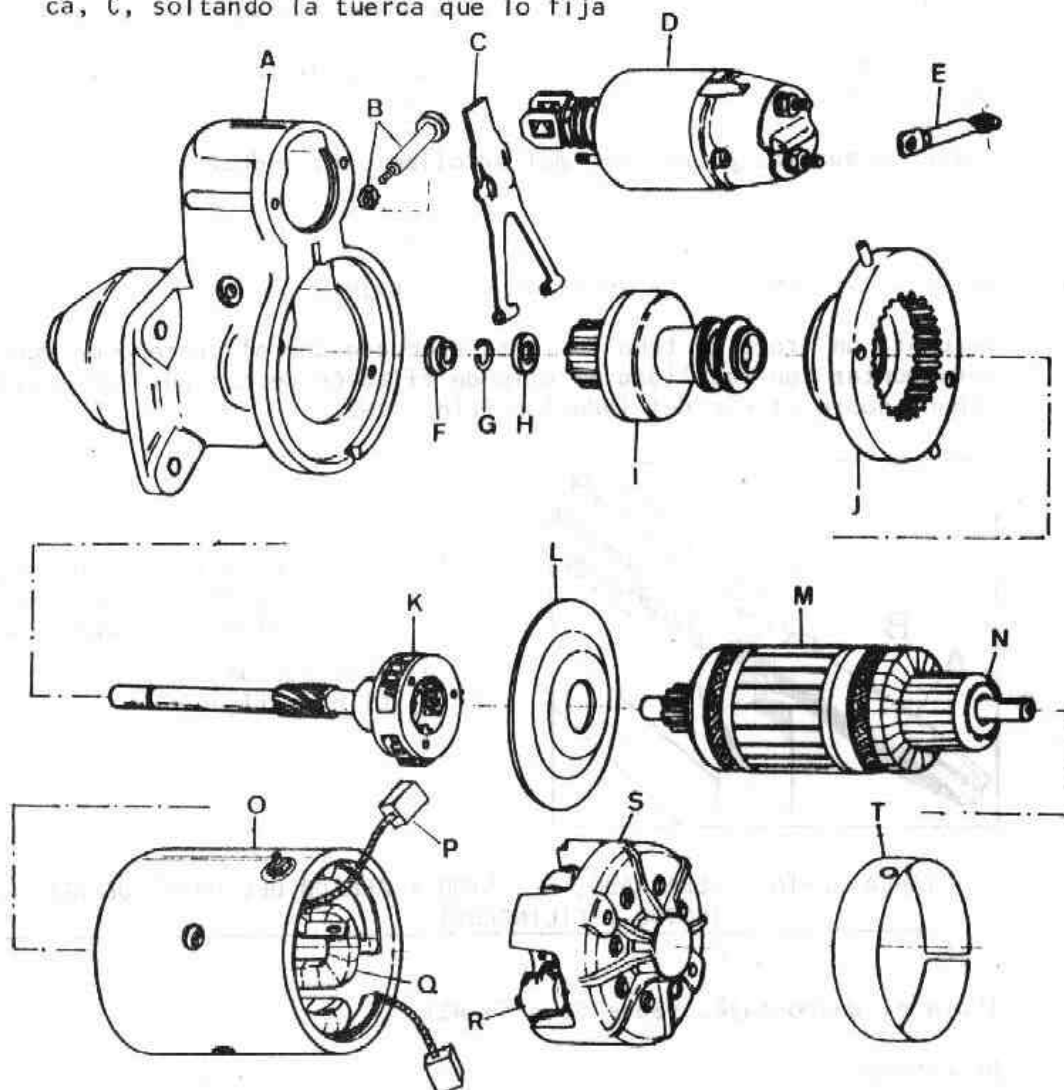

Fig. N2-24 Desmontaje motor de arranque FEMSA
- 1.1. Retirar la pieza de conexión, E (Fig. N2-24) entre el terminal del solenoide, D, y la carcasa del motor, Ø.
- 3.2.2. Para comprobar si existe cortocircuito entre las bobinas, se utilizará un transformador (Fig. N2-24) en V, sobre el que se hará girar el inducido al mismo tiempo que se coloca una lámina metálica u hoja de sierra sobre el núcleo. Si en algún punto la lámina es atraída, existe un cortocircuito en el embobinado y debe sustituirse el inducido.